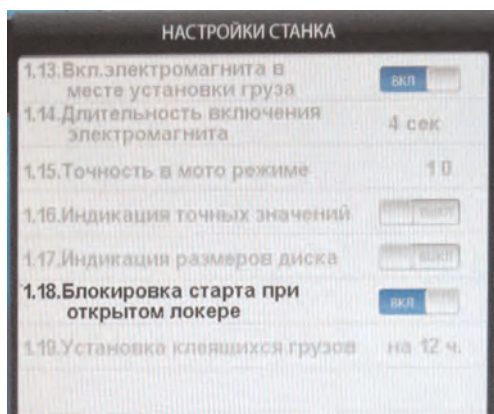

рис.17.4
17.12. Вторая страница настроек (рис.17.4.).